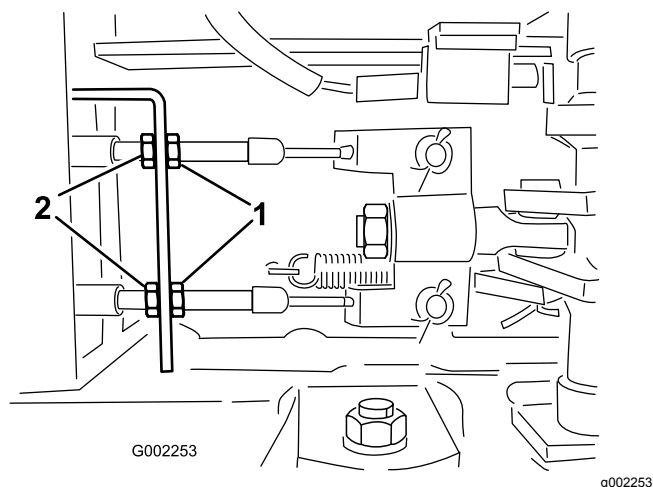

Figura 92
5. Afloje las contratuercas delanteras de los cables de freno, debajo del extremo delantero del fumigador (Figura 92).
6. Apriete las contratuercas traseras en la misma cantidad hasta que el pedal de freno recorra entre 1 a 2 cm antes de que se note resistencia (Figura 92).